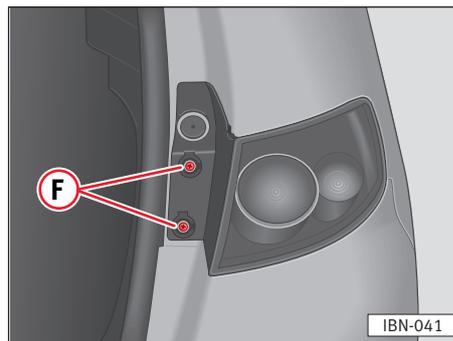

Fig. 163
- Desenroscar los tornillos ⇒ fig. 163 F con la parte plana del destornillador.